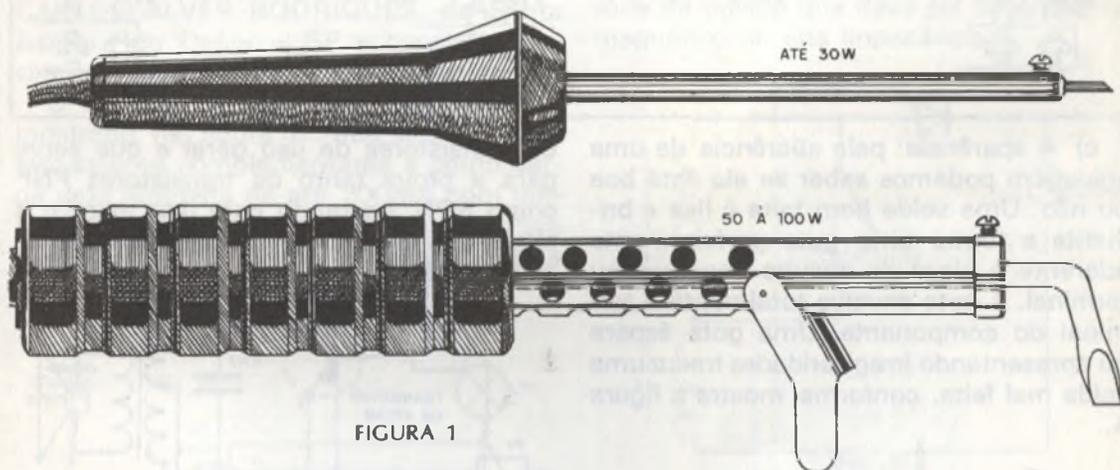

FIGURA 1
a) O ferro de soldar: o primeiro ponto importante da soldagem é naturalmente o ferro de soldar. Você deve escolher um ferro de potência de acordo com o tamanho dos componentes que estão sendo soldados. Um ferro de até 30W para componentes pequenos como transistores, diodos, resistores e capacitores; um ferro de até 100W para soldas mais pesadas, como de ligações ao chassi, fios grossos de ligação, terminais de componentes de potência como SCRs, transistores e diodos de potência (figura 1).